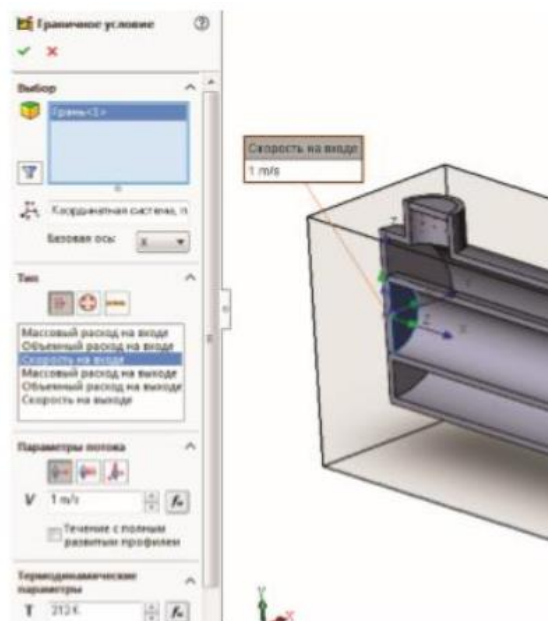

Рис.10 – Завдання вхідних параметрів у внутрішньому потоку
7.3. На вході внутрішнього потоку: натискаємо ПКМ на розділ «Граничні умови» і обираємо «Додати граничну умову ...». Виділяємо внутрішню поверхню на вході зовнішнього потоку, задаємо «Швидкість на вході»,  $V_2$  і «Температуру»  $T_2$  (рис.10).